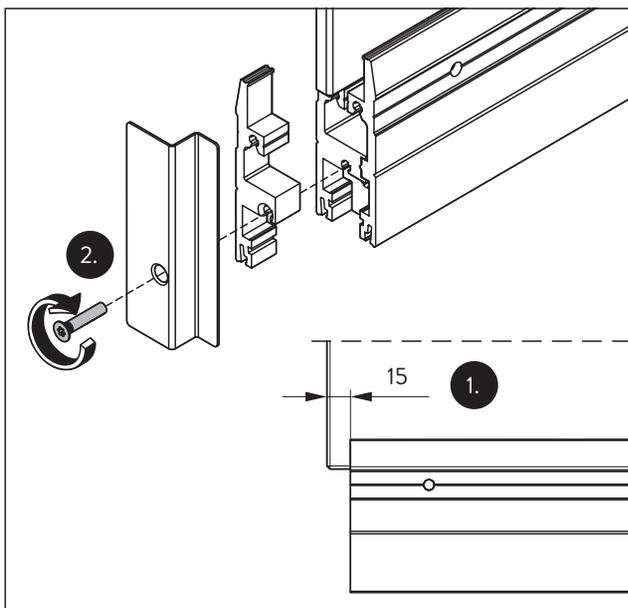

Fig. 45 Montare l'adattatore e la copertura frontale
- Controllare la sporgenza del vetro (Fig. 45/1) e, se necessario, regolarla di nuovo.
- Avvitare l'adattatore e la copertura frontale ad angolo alla guida (Fig. 45/2).